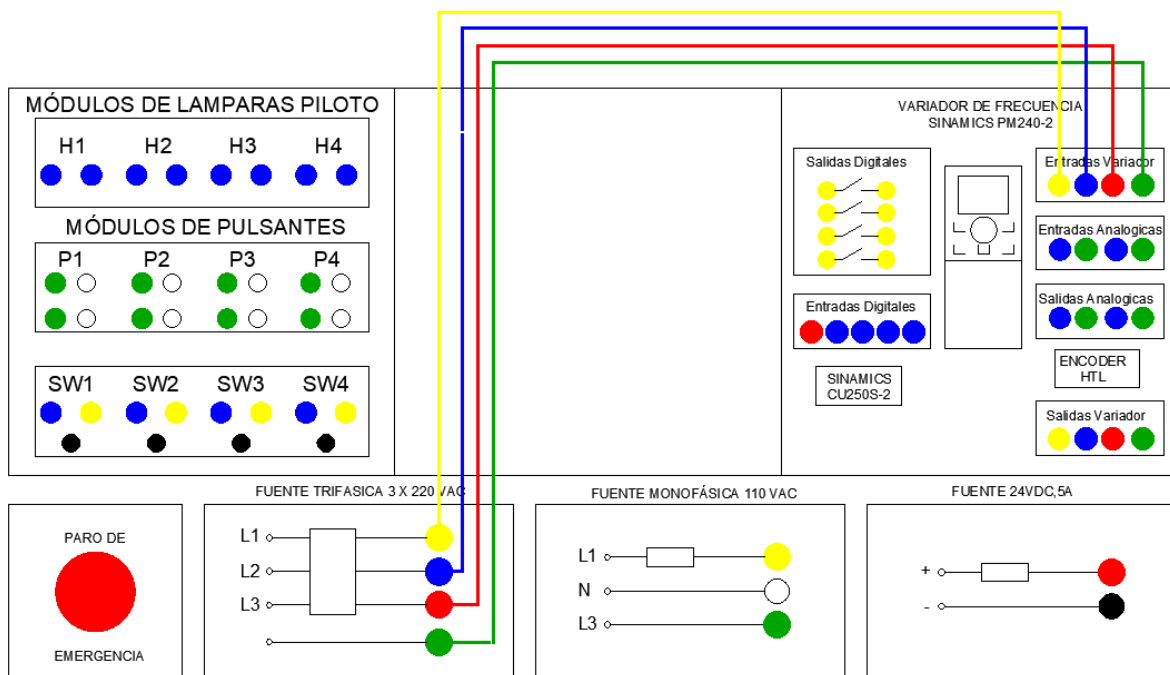

Figura 5a: Conexión fuente trifásica.
- 1) Realizar la conexión entre la Fuente Trifásica 3 X 220 VAC y las entradas del Variador de frecuencia G120 (ver Figura 5a).